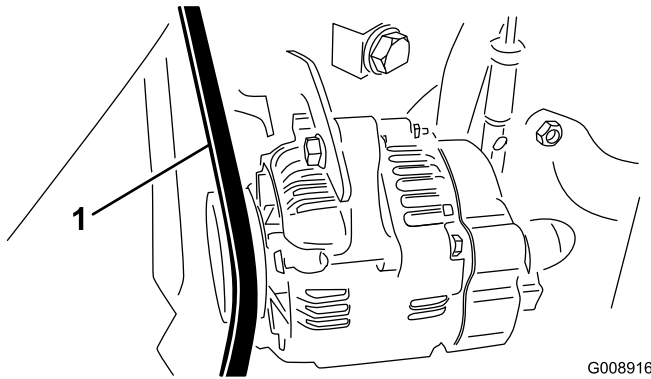

図 69
2. ベルト中央 (オルタネータのプーリとクランクシャフトプーリの中間) を 30 N·m (10 kg=22 lb) の力で押してベルトの張り具合点検する (図 69)。